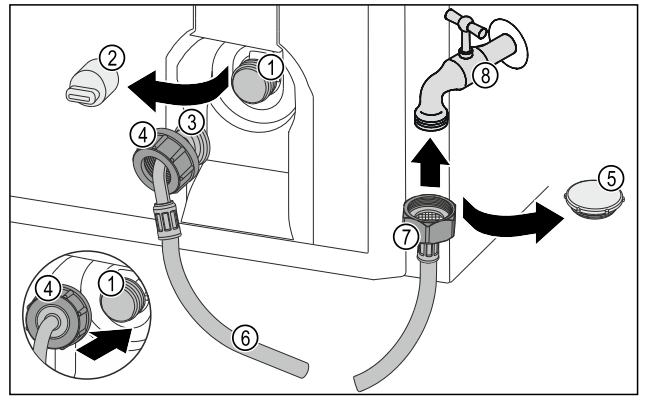

Fig. 33
- ▶ 移除密封盖 Fig. 33 (5)。
- ▶ 将软管直头 Fig. 33 (7)装在水龙头 Fig. 33 (8)上。
- ▶ 顺时针拧紧软管直头 Fig. 33 (7)上的螺母。